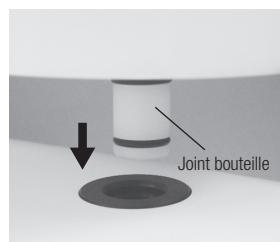

Fig.3
- 3) Replacez le couvercle de la bouteille VA et insérez le joint de la bouteille dans le connecteur de base de la bouteille jusqu'à ce que vous entendiez un clic (Fig. 3). Pour enlever la bouteille, soulevez-la.